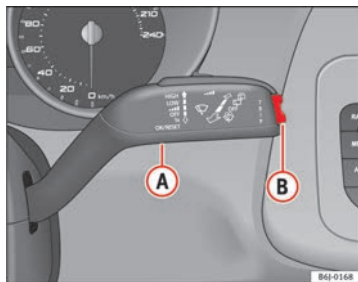

Fig. 34 Levier d'essuie-glace : touche A et touche basculante B
- Après avoir mis le contact d'allumage, appuyez brièvement sur la touche ⇒ fig. 34 (A) du levier d'essuie-glace pour passer d'une mémoire à l'autre.